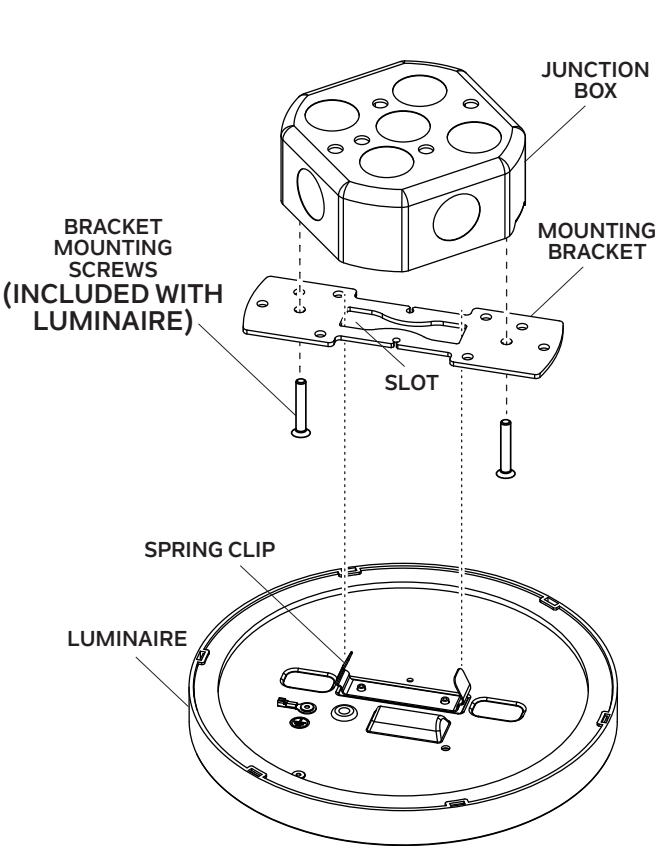

Fig. 2
- **IF INSTALLING LUMINAIRE TO ROUND CEILING FAN JUNCTION BOX** (not included) install mounting bracket to junction box using the bracket mounting screws (included) (See Fig. 2).
- **EN CAS D'INSTALLATION DU LUMINAIRE SUR UNE BOÎTE DE JONCTION DE VENTILATEUR DE PLAFOND RONDE** (non incluse), installez le support de montage sur la boîte de jonction à l'aide des vis de montage du support (incluses) (Voir Fig. 2).